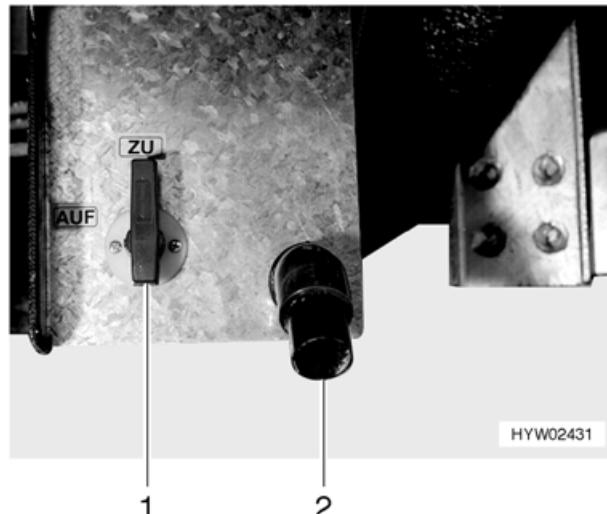

Bild 90
Für die Abwasserentsorgung befinden sich je nach Modell auf der linken oder rechten Fahrzeugseite ein Ablasshahn und ein Ablaufrohr (Bild 90,2) für den Abwasserschlauch. Der Abwasserschlauch (Serie) befindet sich im Gas- kasten und kann als Verlängerung auf das Ablaufrohr (Bild 90,2) gesteckt werden.
- Zum Öffnen des Ablasshahns den Bedienhebel (Bild 90,1) eine viertel Umdrehung entgegen dem Uhrzeigersinn drehen. Der Bedienhebel steht waagrecht.